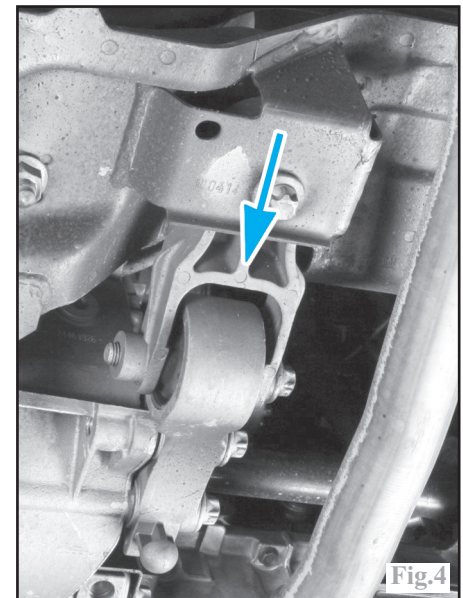

Fig.4
- le support moteur arrière du berceau moteur (Fig.4).